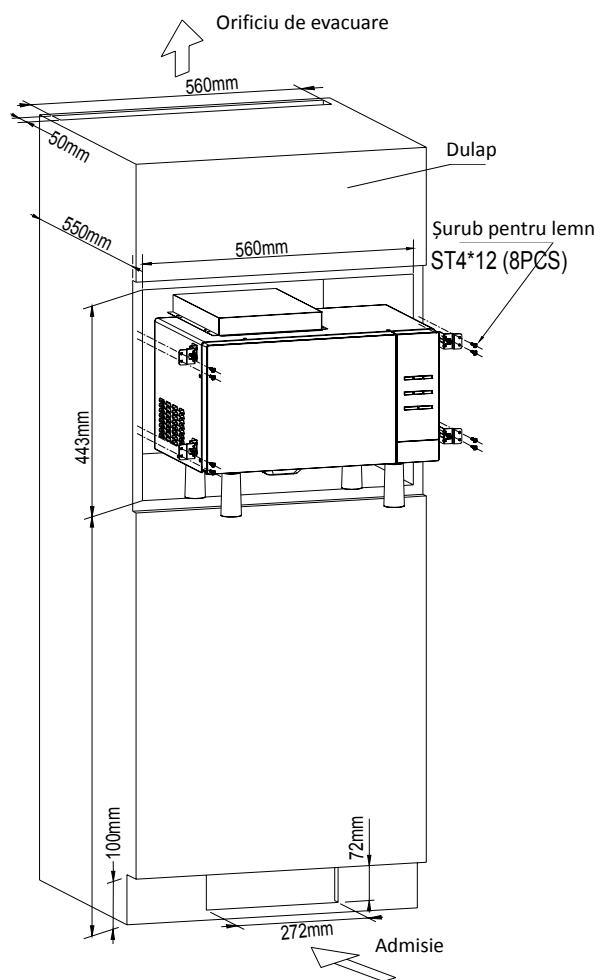

Fig 4
a) Poziția orificiilor de admisie și evacuare trebuie să fie cea indicată în Fig. 4.
b) Adâncimea netă trebuie să fie  $\geq 550$  mm, așa cum este indicat în Fig. 4.
d) Introduceți cuptorul cu microunde în dulap, apoi fixați-l cu șuruburi pentru lemn, așa cum este indicat în Fig. 4.